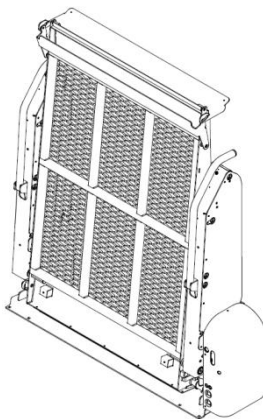

Fig. 13
- tenere premuto il pulsante **4** di **Fig.2 Cap. 5** di **chiusura** finché la pedana ruotando raggiunge la posizione di chiusura (**Fig.13**);
- Push and keep pushing **stowing**, button **4** (see **Fig.2 Chapter Errore. L'origine riferimento non è stata trovata.**) until the platform reaches the closure position by rotating (**Fig.13**);